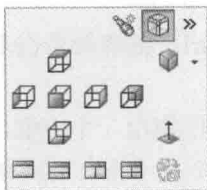

图 1-8 视图定向选择下拉菜单
- “视图定向”按钮  单击该按钮后, 将弹出视图定向选择下拉菜单, 如图 1-8 所示, 通过单击此菜单栏中的按钮, 可将视图调整到上、下、左、右、前、后和轴测视图(或多视图方式)进行显示。单击“正视于”按钮  后, 可选择模型的某个面, 以显示正